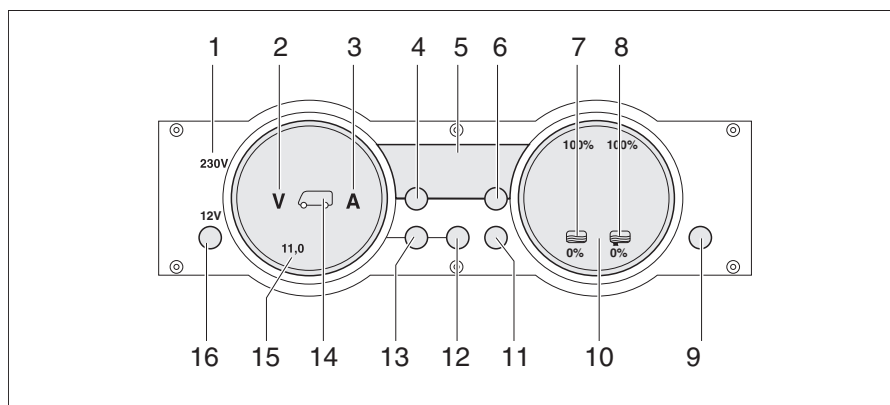

Bild 262 Panel MP 20-S
Die 230-V-Kontroll-Leuchte (Bild 262,1) leuchtet, wenn am Eingang des Elektroblocks Netzspannung vorhanden ist.
Der 12-V-Hauptschalter (Bild 262,16) schaltet das Panel und die 12-V-Versorgung des Wohnraums ein und aus.
- Taste "12 V" (Bild 262,16) kurz drücken. Die 12-V-Versorgung des Wohnraums ist eingeschaltet. Die Kontroll-Anzeige "12 V" leuchtet.
- ▷ Wenn nach dem Einschalten die LED "11,0" der Voltanzeige sowie das Symbol Volt "V" (Bild 262,2) im Anzeigeelement Batterien (Bild 262,15) blinken, dann ist die Spannung der Wohnraumbatterie zu gering. Batterie laden.
- ▷ Wenn nach dem Einschalten die Kontroll-Anzeige "12 V", das Symbol Wohnraumbatterie (Bild 262,14) und das Symbol Volt "V" (Bild 262,2) dreimal blinken, dann ist die Batterietrennung aktiviert. Batterietrennung deaktivieren.
- Taste "12 V" (Bild 262,16) kurz drücken. Die 12-V-Versorgung des Wohnraums ist ausgeschaltet. Die Kontroll-Anzeige "12 V" erlischt.
- Taste Wohnraumbatterie (Bild 262,12) drücken und ca. 10 Sekunden lang gedrückt halten. Die Symbole Volt "V" (Bild 262,2) und Ampere "A" (Bild 262,3) blinken dreimal. Die Wohnraumbatterie ist vom 12-V-Bordnetz getrennt.
- Taste "12 V" (Bild 262,16) drücken und ca. 5 Sekunden lang gedrückt halten. Das Symbol Volt "V" (Bild 262,2) blinkt dreimal. Die Wohnraumbatterie ist mit dem 12-V-Bordnetz verbunden. Die Kontroll-Anzeige leuchtet nach ca. 2 Sekunden.
- Taste Wohnraumbatterie "☰" (Bild 262,12) drücken. Das Symbol Volt "V" (Bild 262,2) leuchtet. Das Symbol Ampere "A" leuchtet je nach Ladung oder Entladung weiß bzw. rot. Die Batteriespannung und der Strom der Wohnraumbatterie werden über die LEDs im Anzeigeeinstrument angezeigt.
- Taste Starterbatterie "☰" (Bild 262,13) drücken. Das Symbol Volt "V" (Bild 262,2) leuchtet. Die Batteriespannung der Starterbatterie wird über die LEDs im Anzeigeeinstrument angezeigt.
- Taste Tanks " (Bild 262,11) drücken. Die Symbole Wassertank " (Bild 262,7) und Abwassertank " (Bild 262,8) leuchten. Die Füllstände des Wassertanks (linke Skala) und des Abwassertanks (rechte Skala) werden über die LEDs im Anzeigeeinstrument angezeigt.